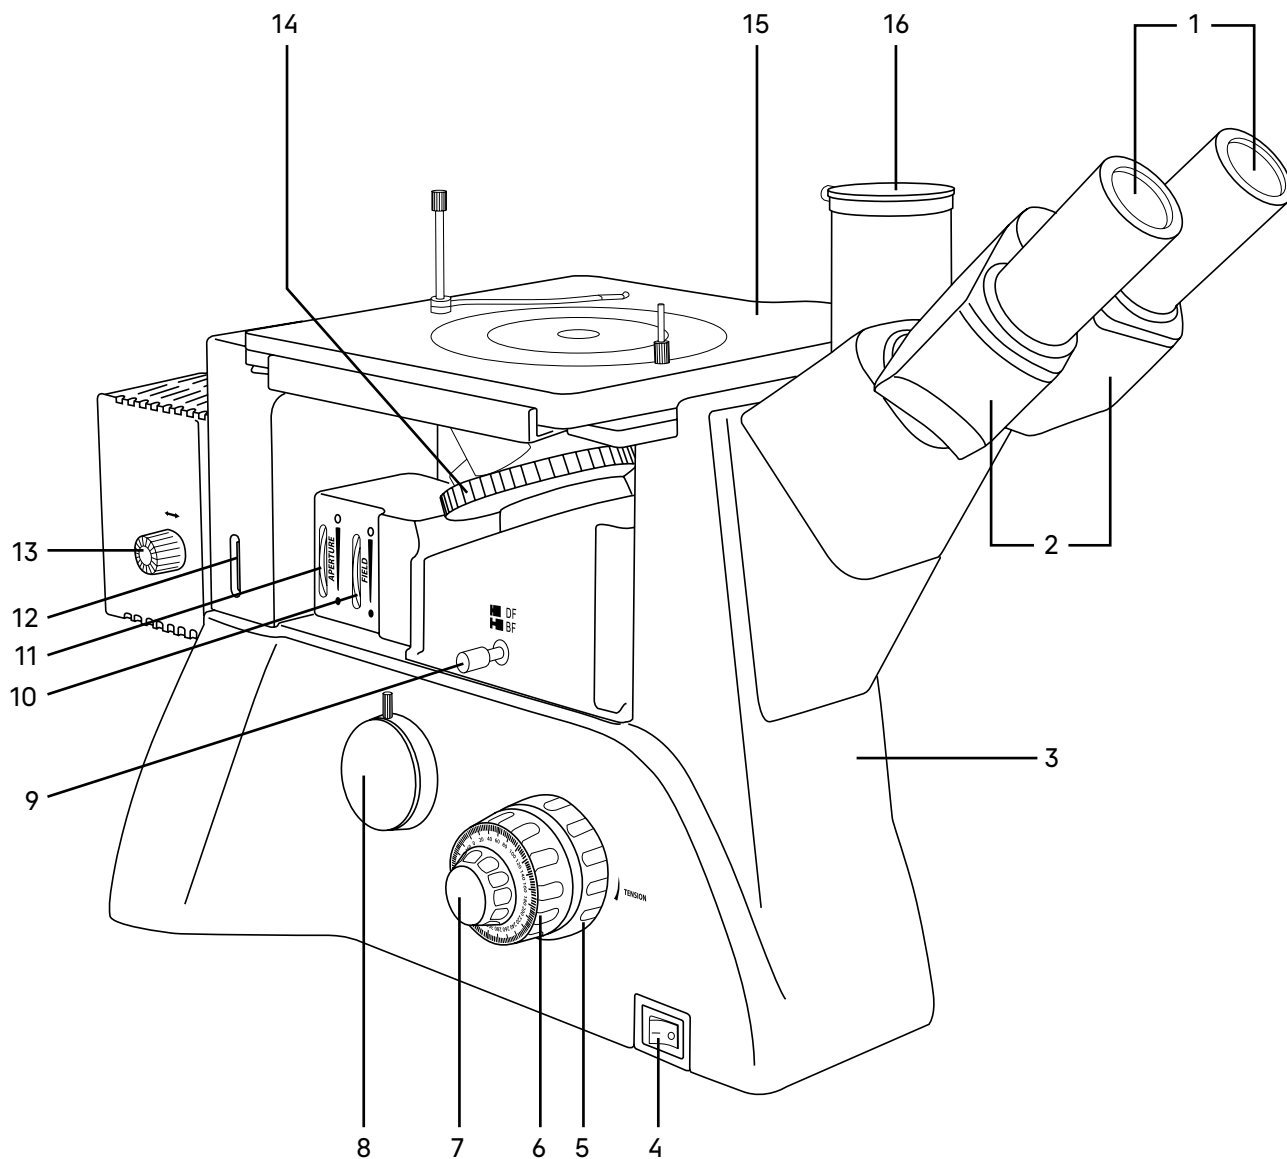
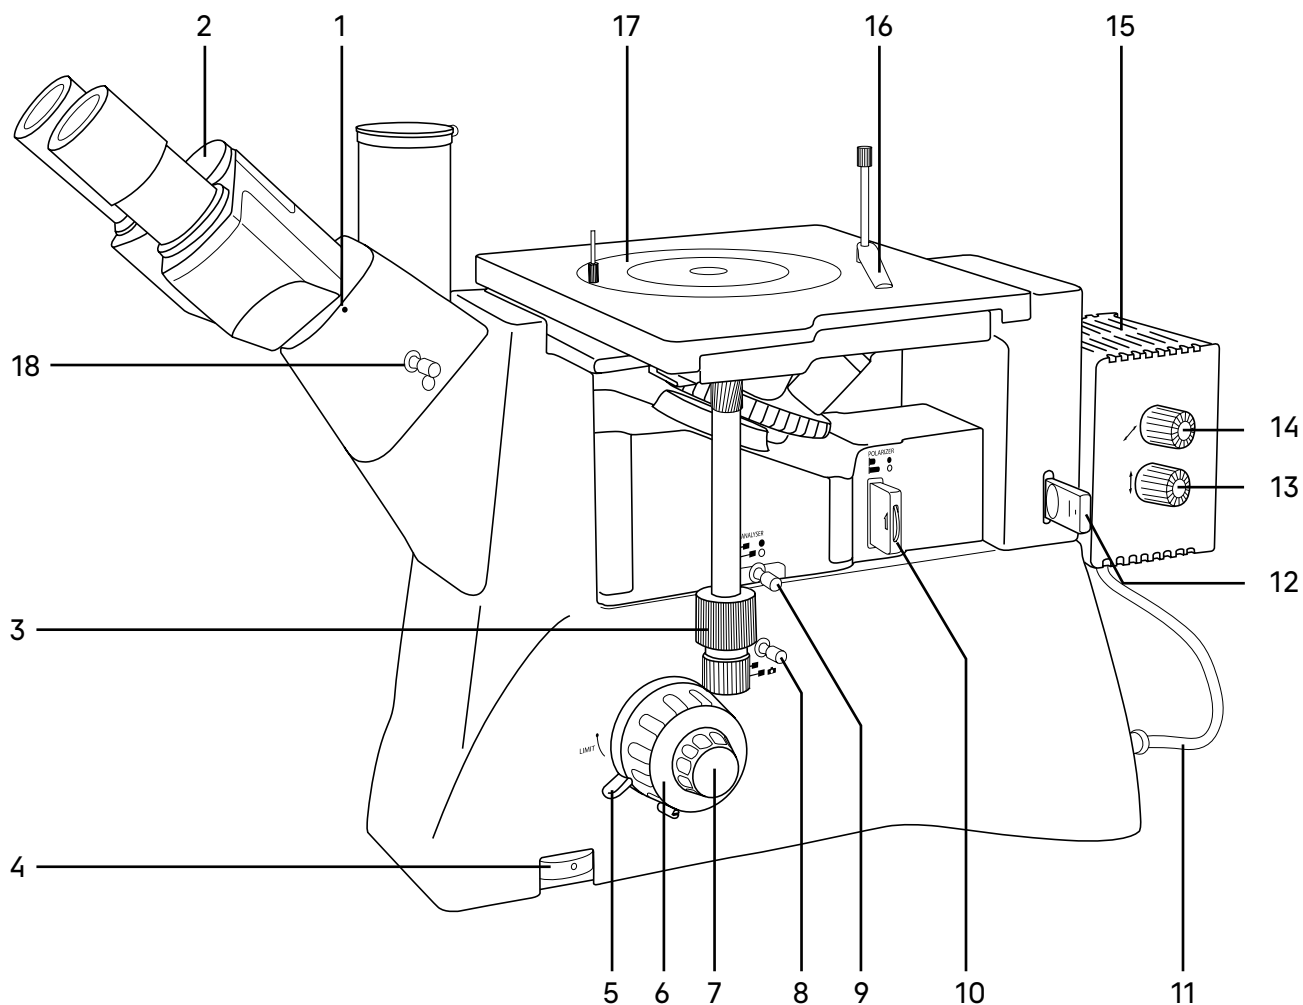

Рис. 1. Микроскоп MAGUS Metal V700. Вид слева
Рис. 2. Микроскоп MAGUS Metal V700. Вид справа
Общий вид микроскопа представлен на рис. 1 и 2.
На штативе 3 (рис. 1) закреплены:
- револьвер 14 (рис.1) с объективами;
- предметный столик 15 (рис. 1);
- тубусы визуальной насадки 2 (рис. 1);
- фонарь лампы 15 (рис. 2).
На левой боковой поверхности штатива расположен выключатель 4 (рис. 1) сетевого напряжения. В положении «→» включается, а в положении «0» выключается сетевое напряжение.
На правой боковой поверхности штатива расположен диск 4 (рис. 2) для регулировки напряжения питания источника света.
На левой боковой поверхности штатива расположен канал визуализации 8 (рис. 1) для установки камеры. Микроскоп укомплектован адаптером C-mount, который устанавливается в этот канал и закрепляется в нем винтом. На адаптер устанавливается камера. Камера служит для вывода изображения на экран компьютера или монитор/телевизор.
Фокусировка на объект осуществляется перемещением по высоте револьверного устройства с объективами. Грубая фокусировка производится вращением коаксиальных рукояток 6 (рис. 1, 2), расположенных по обеим сторонам штатива.
Тонкая фокусировка производится вращением рукояток 7 (рис. 1, 2), расположенных по обеим сторонам штатива. Тонкая фокусировка требуется для более точного фокусирования на объект и для подфокусировки микроскопа на резкость изображения при смене объективов и препаратов. Цена деления тонкой фокусировки – 2 мкм.
Механизм регулировки жесткости хода грубой фокусировки 5 (рис. 1) – кольцо между штативом и рукояткой грубой фокусировки с левой стороны. С помощью кольца регулируется жесткость хода грубой фокусировки так, чтобы жесткость была комфортной для пользователя, но при этом револьвер с объективами не опускался самопроизвольно во время работы.
Механизм блокировки грубой фокусировки 5 (рис. 2) расположен с правой стороны. После завершения грубой фокусировки рекомендуется перевести рычаг в крайнее положение в направлении по часовой стрелке. Таким образом закрепится положение грубой фокусировки для быстрой рефокусировки после смены препарата.
Тринокулярная визуальная насадка обеспечивает визуальное наблюдение изображения объекта. Насадка закреплена на штативе 3 (рис. 1). В гнездо насадки устанавливается блок окулярных тубусов 2 (рис. 1) и закрепляется винтом 1 (рис. 2). При установке поверните тубусы вверх или вниз для удобства наблюдения.
Изменение межзрачкового расстояния в насадке осуществляется разворотом окулярных тубусов в пределах 48–75 мм. Значение расстояния, установленного в соответствии с глазной базой наблюдателя, отсчитывается по шкале 2 (рис. 2) на насадке.
В вертикальный тубус 16 (рис. 1) корпуса визуальной насадки (канал визуализации) с помощью переходника C-mount устанавливается система визуализации с монитором. Переключение светового потока на вертикальный тубус производится рукояткой 8 (рис. 2) и 18 (рис. 2). Рукоятка имеет два положения: 100/0 и 50/50.
В комплект микроскопа входят окуляры 1 (рис. 1). Окуляры имеют высокое положение выходного зрачка и предназначены для работы как в очках, так и без них.
Револьверное устройство 14 (рис. 1) обеспечивает установку пяти объективов. Смена объективов производится вращением револьверного устройства за конусную рифленую поверхность до фиксированного положения.
Встроенные полевая и апертурная диафрагмы отцентрированы в оптической оси на заводе-изготовителе и дополнительной центрировки не требуют. Если появится необходимость, диафрагмы можно отцентрировать регулировочными винтами. Раскрытие/закрытие полевой и апертурной диафрагм производится вращением кольца 10 (рис. 1) и кольца 11 (рис. 1) соответственно.
Двухкоординатный механический предметный столик 15 (рис. 1) закреплен на штативе. Перемещение столика осуществляется рукоятками 3 (рис. 2).
На задней стенке штатива микроскопа находится соединительный переходник. На него устанавливается фонарь галогенной лампы 15 (рис. 1).
Регулировка положения лампы относительно оси осуществляется рукоятками 13, 14 (рис. 2).
Регулировка положения лампы относительно коллектора осуществляется рукояткой 13 (рис. 1).
Для проведения наблюдений в поляризованном свете микроскоп оснащен устройством простой поляризации, которое включает в себя съемные анализатор 9 (рис. 2) и поляризатор 10 (рис. 2). Поляризатор вращается в диапазоне 0–360°. Анализатор выполнен в виде пластины и не оснащен поворотным диском.
В комплект микроскопа входит слайдер со светофильтрами 12 (рис. 2). Слайдер имеет 5 положений: желтый, синий, матовый, зеленый фильтры, а также свободное отверстие. Светофильтры помогают правильно настроить цветопередачу в зависимости от образца исследования, улучшить цветовой баланс и повысить контрастность и яркость изображения.